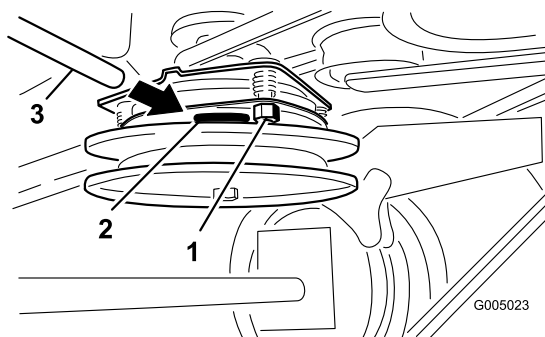

Figura 36
2. Serrate i dadi di bloccaggio fino ad avvertire un leggera tensione sullo spessimetro, che non impedisce di muoverlo facilmente entro lo spazio libero (Figura 36).